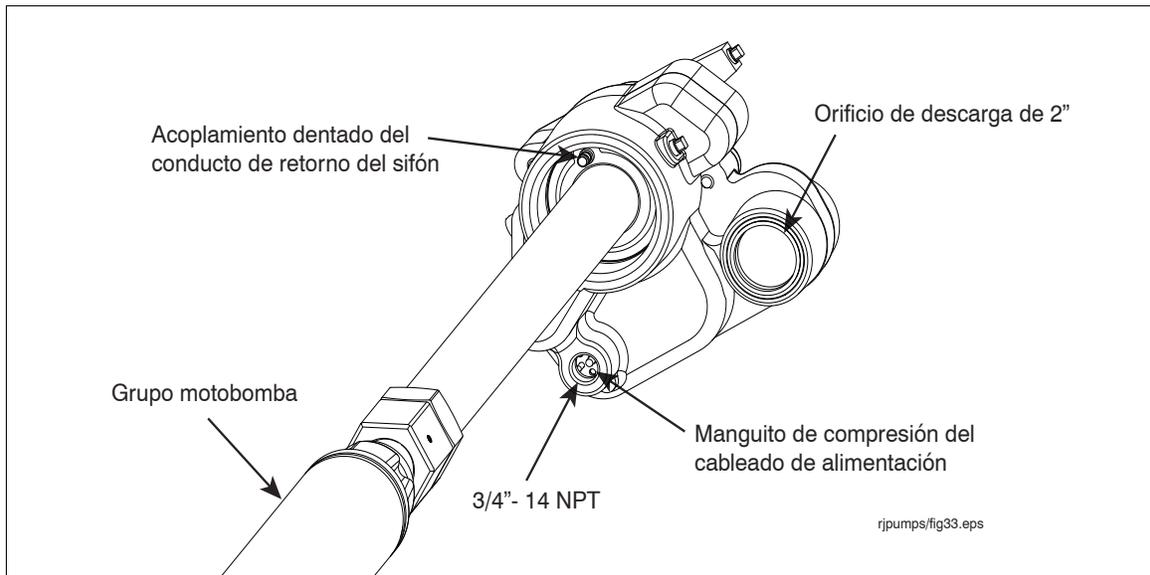

Figura 11. Ubicación del acoplamiento de la línea de retorno en el empaquetador
7. Conecte el tubo de la línea de retorno del sifón al acoplamiento dentado de la base del empaquetador y fíjelo con una abrazadera (véase la Figura 11).